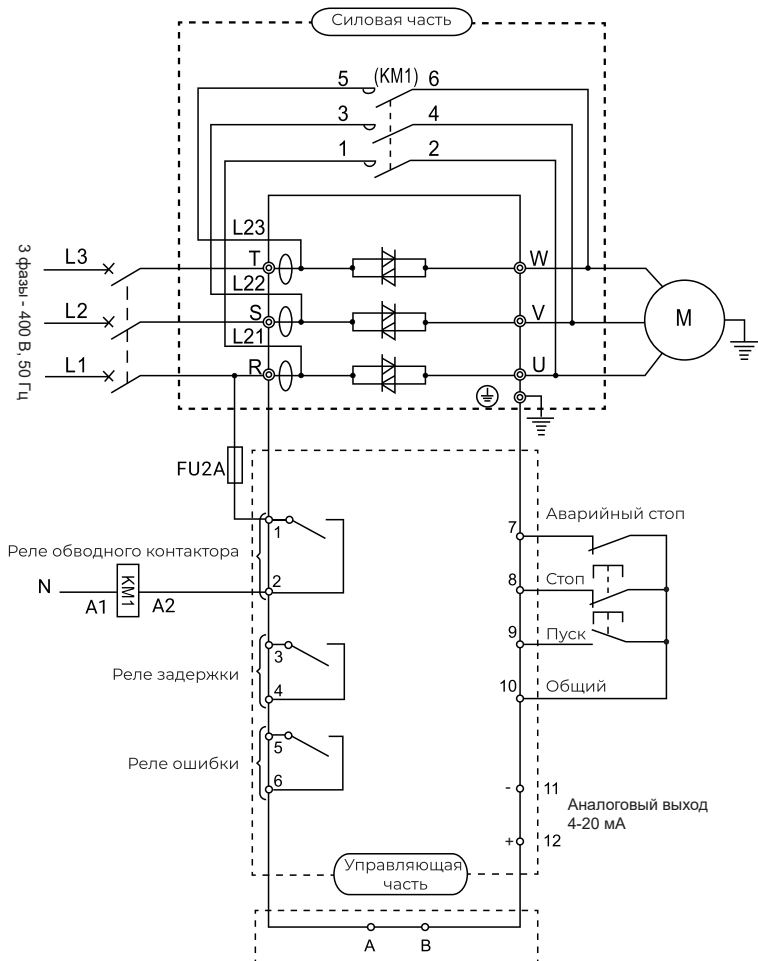

Рисунок 3 – Схема подключения клемм устройства плавного пуска серии SS1
2. Подключите клеммы согласно схеме (см. рис. 3, 4 или главу 3 полного руководства по эксплуатации). Обратите внимание, что в серии SSI установка внешнего обводного контактора обязательна.